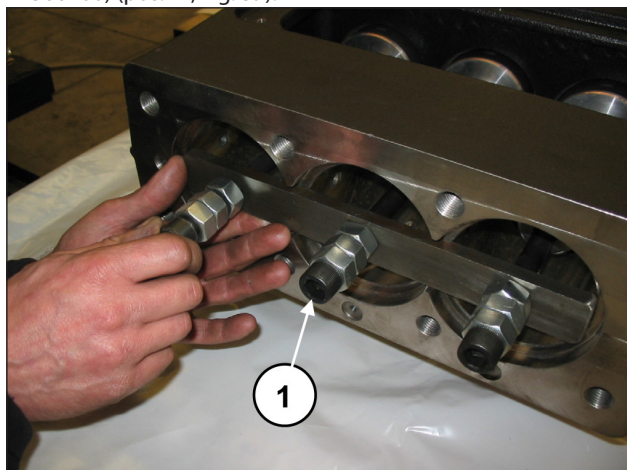

Fig. 39
Faça avançar as semi-hastes na direção da parte hidráulica e bloqueie-as mediante o uso da ferramenta adequada (cód. 27566200) (pos. ①, Fig. 39).